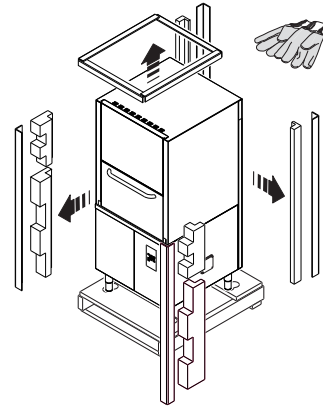

Figura 5 Desembalaje
- Colóquese guantes de protección y desembale la máquina (Figura 5).